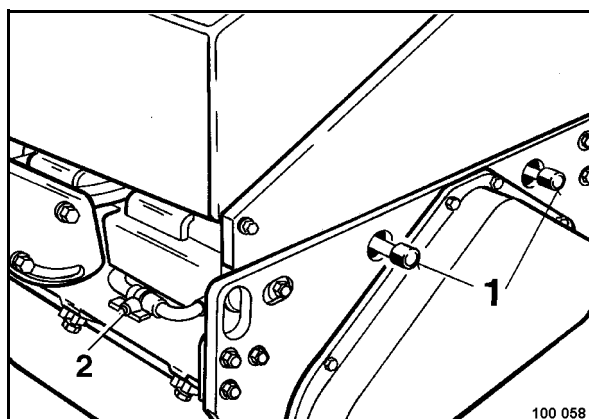

Fig. 76
- Abrir la llave de paso 2 (Fig. 76).
- Desmontar los tubos flexibles de alimentación de agua de los tubos rociadores (1).
La llave de paso 2 (Fig. 76) no se debe cerrar anterior a salir la mezcla anticongelante de ambos tubos rociadores.